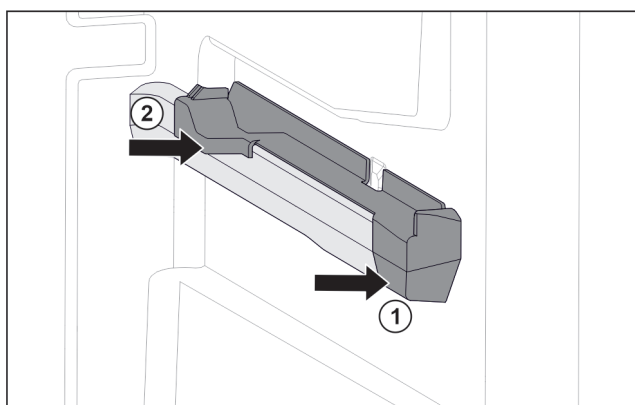

Fig. 74 Nasazovací díl na pravém žebrování na nádoby
- ▶ Nasadte nasazovací díl na žebrování na nádoby. Fig. 74 (1)
- ▶ Přitlačte nasazovací díl k zadní části. Fig. 74 (2)